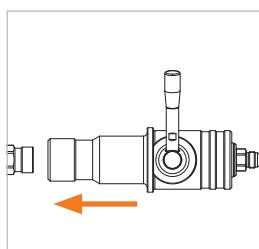

Abbildung 10
- ▶ Stecken Sie den WEH® Servicenippel bis zum Anschlag in die Füllkupplung ein und halten Sie die Kupplung in dieser Position (OFF-Stellung) (*Abbildung 10*).